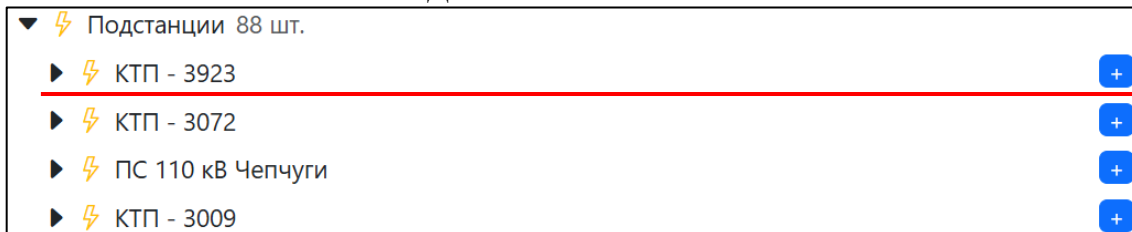

Рисунок 3.10 – Добавление счетчика в подстанцию
3.2.2.6.8 Для добавления счетчика необходимо напротив подстанции нажать на кнопку  (Рисунок 3.10). После чего в правой части экрана откроется пустая форма с параметрами счетчика в соответствии с Рисунок 3.9 г. Заполнив поля необходимой информацией и нажав кнопку «Сохранить», в подстанции появится новый счетчик.